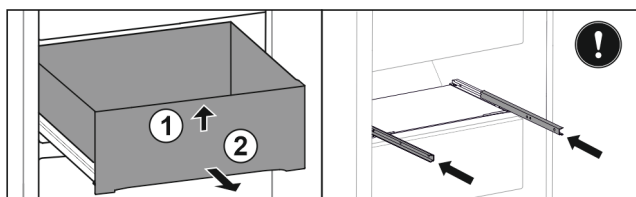

Fig. 134
- ▶ Levante el cajón por delante. Fig. 134 (1)
- ▶ Extraiga el cajón hacia delante. Fig. 134 (2)